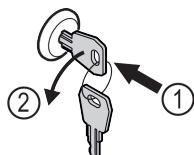

Fig. 182
- Вдавити ключ. Fig. 182 (1)
- Повернути ключ на 90° проти годинникової стрілки. Fig. 182 (2)